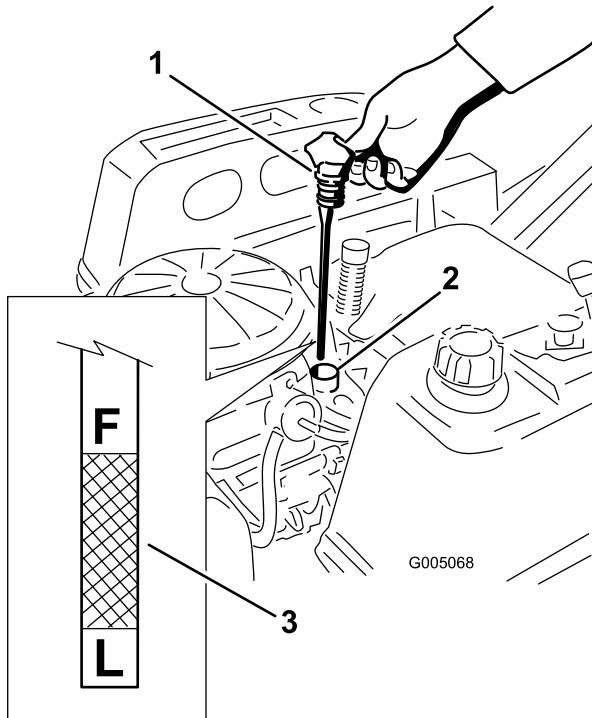
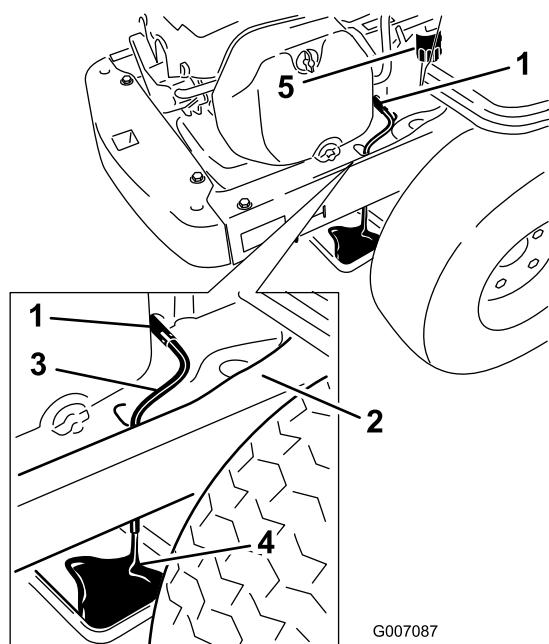

Figure 27
Figure 29
4. Sortez le bouchon de remplissage/jauge de niveau d'huile et l'essuyer sur un chiffon. Remettez la jauge en place en l'enfonçant au maximum (Figure 27).
5. Sortez de nouveau la jauge et contrôlez le niveau d'huile (Figure 27).
8. Tournez le robinet de vidange d'huile de 1/4 de tour dans le sens anti-horaire pour l'ouvrir et permettre à l'huile de s'écouler (Figure 29). Enlevez le bouchon de remplissage/la jauge (Figure 27).
10. Enlevez le filtre usagé et essuyez le socle de montage (Figure 29).
11. Quand toute l'huile s'est écoulée, fermez le robinet de vidange. Enlevez le flexible de vidange et essuyez les coulées d'huile sur le châssis (Figure 29).
15. Versez avec précaution environ 80 % de la quantité d'huile spécifiée dans le goulot de remplissage (Figure 27)
16. Remettez fermement en place le bouchon de remplissage/la jauge d'huile (Figure 27).
17. Vérifiez le niveau d'huile (Figure 27) (voir Contrôle du niveau d'huile).
19. Remettez fermement en place le bouchon de remplissage/la jauge d'huile (Figure 27).